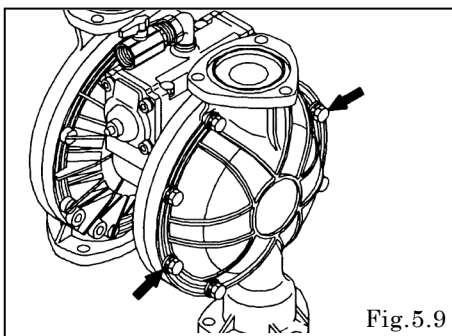

Fig.5.9
- ・アウトチャンバー取付ボルト 16 か所 (NDP-80 は 24 か所) を外し、アウトチャンバーを取り外す。[Fig.5.9]